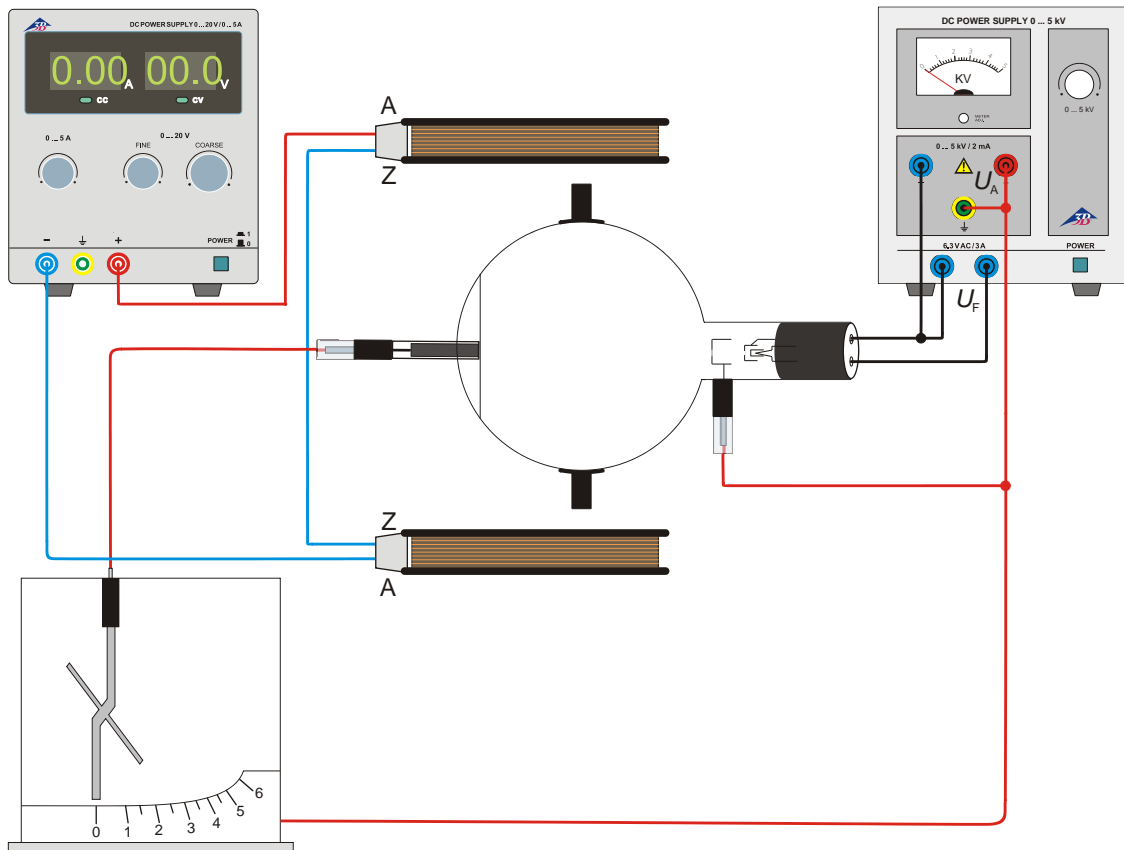

Fig. 1 Démontrer la nature des particules des rayons cathodiques et déterminer leur polarité
- Procédez au câblage comme le montre la fig. 1.